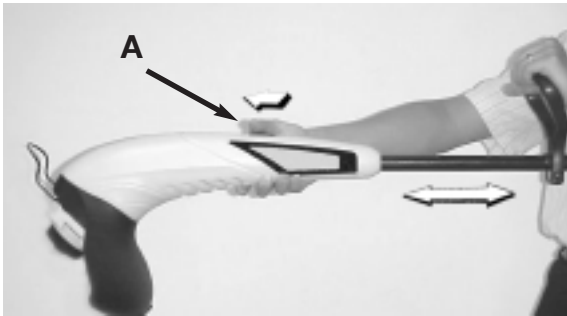

Fig. 6
2. Pousser le bouton de sécurité de l'arbre vers l'avant et faire glisser la poignée jusqu'à la hauteur désirée. (Fig. 6)